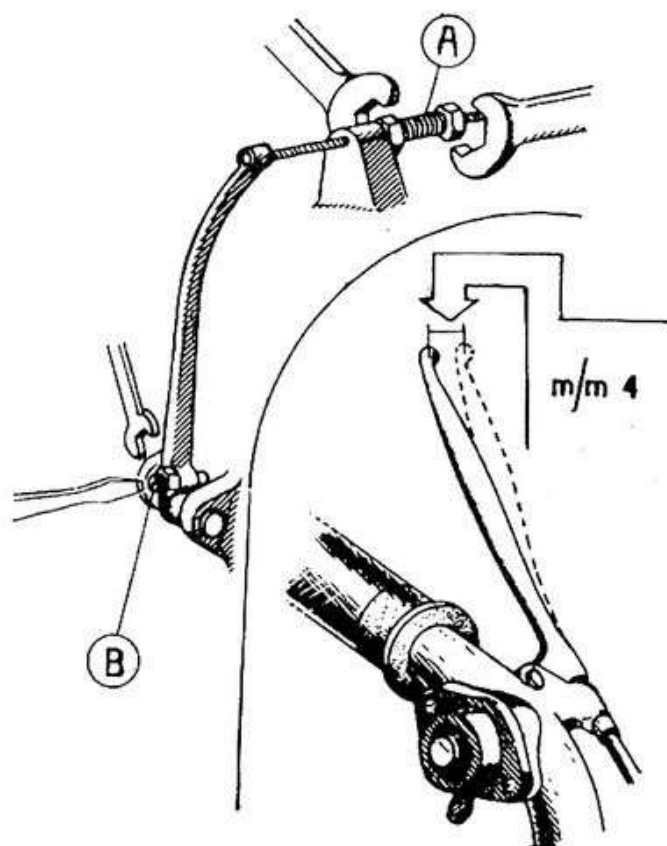

Fig. 11
4. Registrare la frizione (vedi fig. 11).